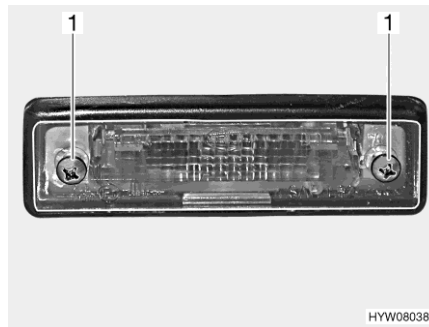

Bild 225 Beleuchtung Heck (Kennzeichenleuchte)
- Zwei Gehäuseschrauben (Bild 225,1) lösen.